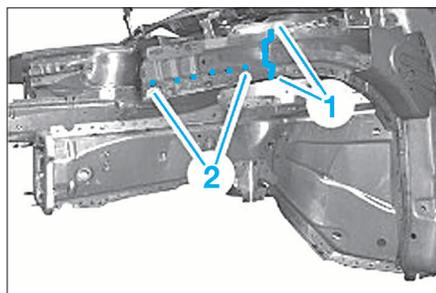

FIG. 14
- Souder le renfort de doublure d'aile en cordon continu sous protection gazeuse (1) et souder par résistance par points (2) (Fig.14).